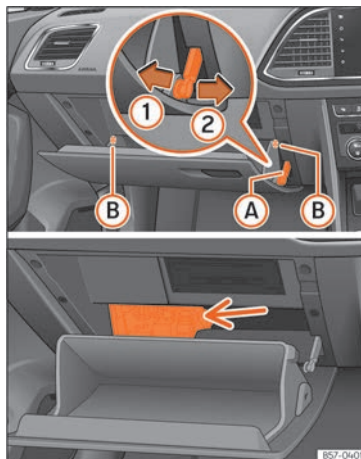

Abb. 202 Rechtslenker: Abdeckung des Sicherungskastens an der Instrumententafel, Beifahrerseite.
- Verriegelungstaste » » (Abb. 202) A in zwei Schritten ausbauen: zunächst Verriegelungstaste nach hinten ziehen (Pfeil 1) und danach etwas nach rechts schieben (Pfeil 2). Führung ausbauen, wenn die Abdeckung normal geöffnet ist (30°).